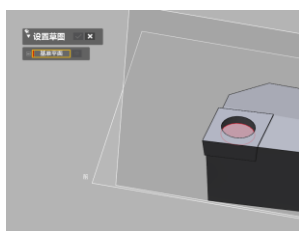

图 4.79 草图对话框
20) 点击菜单栏草图>草图图标 ，弹出草图对话框，基准平面：孔底面，如图 4.79 所示，点击确定进入草图环境。